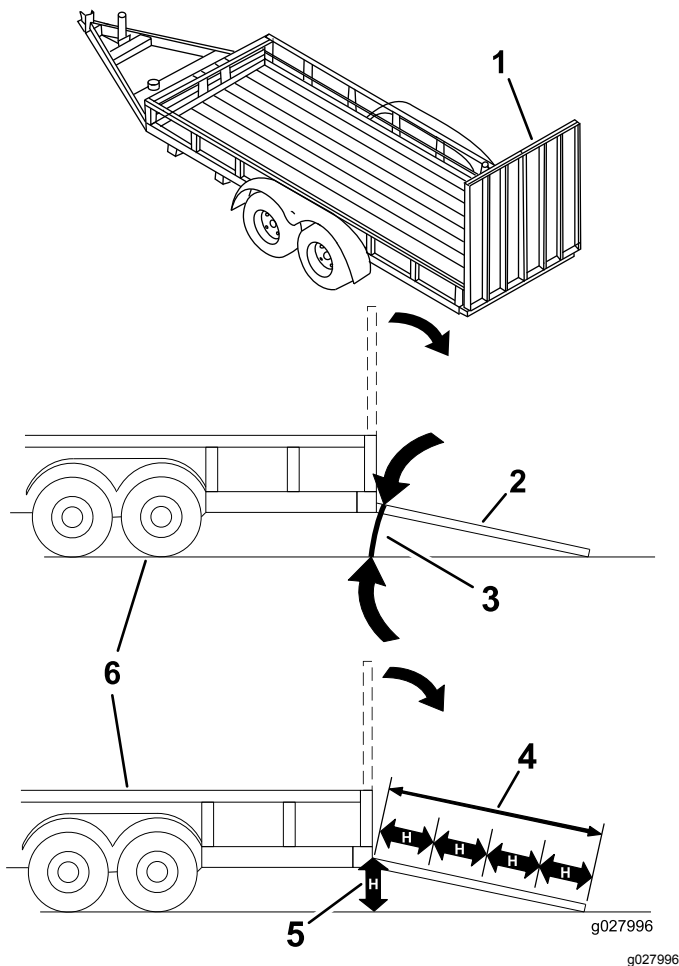

Рисунок 34
При погрузке машины на прицеп или грузовик повышается вероятность опрокидывания, что может привести к получению тяжелой травмы или гибели (**Рисунок 34**).
1. Опустите наклонный въезд, убедившись в том, что угол между наклонным въездом и землей не превышает 15 градусов (Рисунок 34).